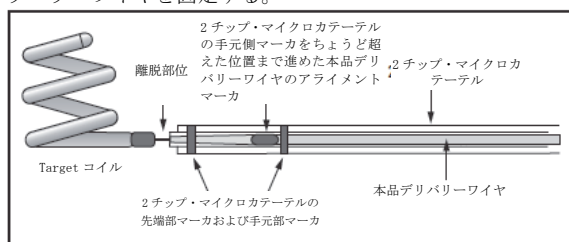

図5: エックス線不透過性マーカの最適な位置合わせ
- (10) 本品をエックス線透視下で進め、目的の部位まで慎重に挿入する。本品を正しく配置できなかった場合は、デリバリーワイヤをゆっくりと引き戻した後、再度ゆっくりと進めて挿入し直す。コイルのサイズが適切でない場合は、コイルを取り出して適切なサイズのコイルと交換すること。（コイルのサイズ及びカテーテルの選択の項を参照のこと。）
- (11) 本品を進め、デリバリーワイヤのエックス線不透過性の手元部マーカが2チップ・マイクロカテーテルの手元部マーカの先端部をちょうど超えたところに一致するように正確に位置を合わせる（下記の図5参照）。RHVを締め、デリバリーワイヤを固定する。